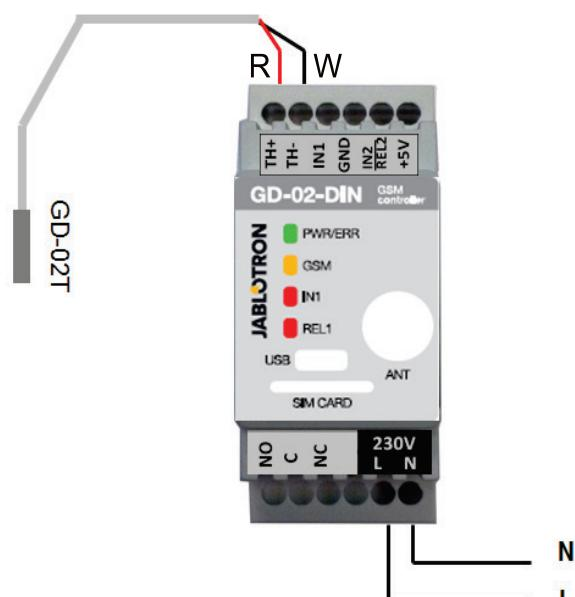

Figura 4: Medición de temperatura
- Cuidado con la polaridad conectando el sensor de temperatura digital (cable rojo =TH+, cable blanco =TH-). Ver Figura 4.